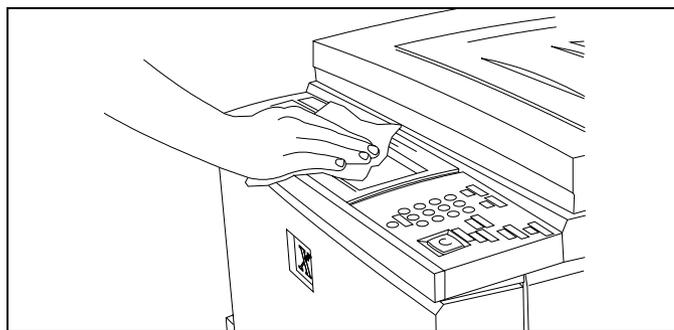

Figura 24
1. Consulte la Figura 24. Limpie la pantalla táctil con un trapo limpio que no suelte pelusa.